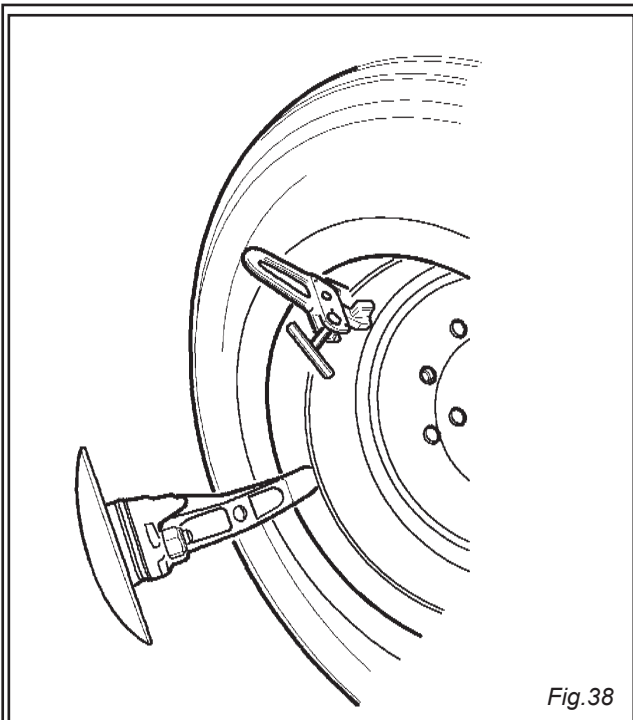

Fig. 38
19) Risollevarla la ruota e montare nuovamente la pinza, all'esterno del secondo tallone, a circa 20 cm. a destra della valvola (Fig. 38).